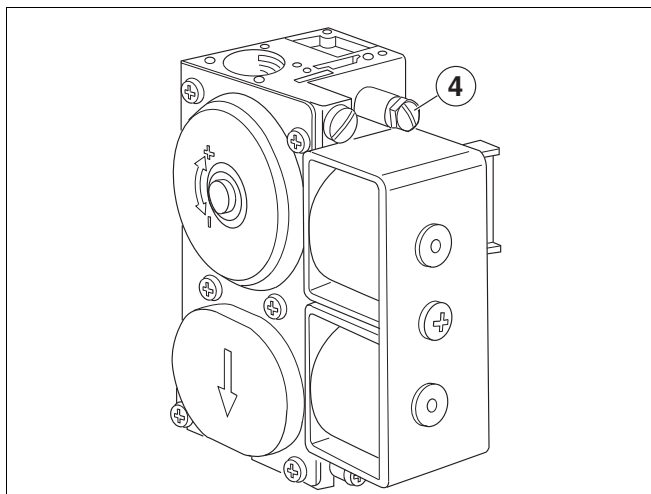

Fig. 2 SIT830 Tandem
- Dévisser de deux rotations la vis de fermeture de l'embout de contrôle de la pression de raccordement (fig. 2 à 4) ; sur le SIT 830 Tandem, retirer la vis de fermeture.